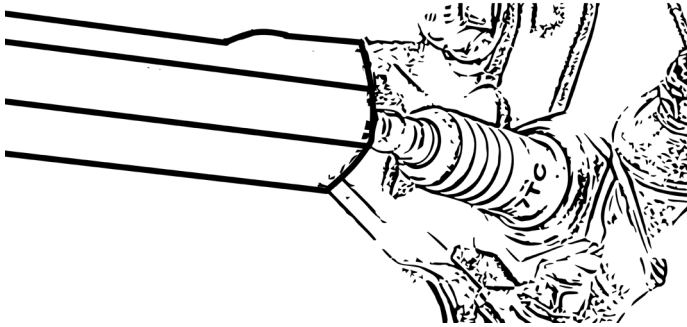

Abbildung 25
- Lösen Sie die Zündkerze mit Hilfe des Zündkerzenschlüssels, Abb. 25.